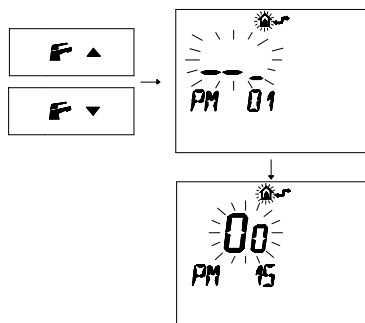

Figura 5.21
- Premere i pulsanti **F** ▼ o **F** ▲ per visualizzare la programmazione "PM15" abilitazione della sonda esterna (Figura 5.21).